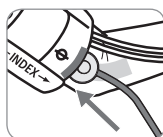

Fig. 1
1. Placez la tête du stéthoscope sur l'artère principale, sous le repère de l'artère du brassard. (Fig. 1)